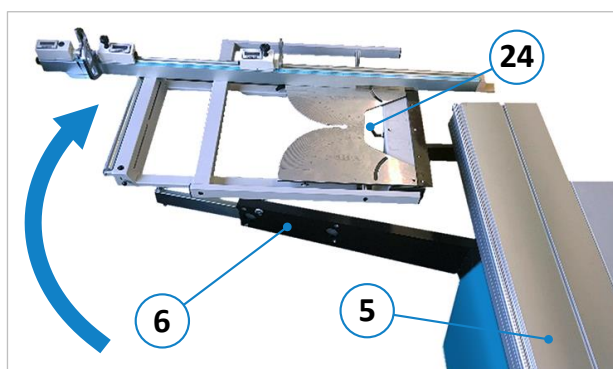
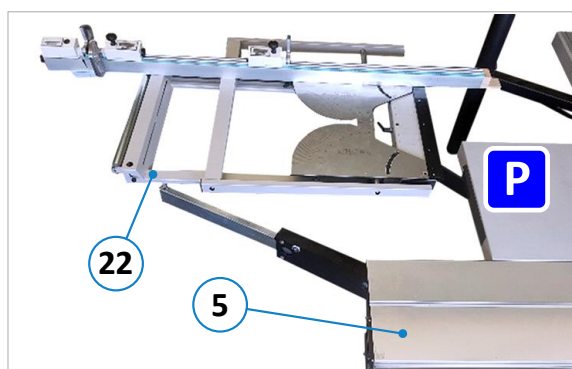

Figure 93 : pivoter le châssis à équarrir
Figure 94 : position de stationnement finale
- Tourner le châssis à équarrir (22) de 90° vers la droite et le faire pivoter vers l'arrière pour l'amener dans sa position de stationnement définitive derrière la table coulissante (voir ⇒ Figure 93 et ⇒ Figure 94).